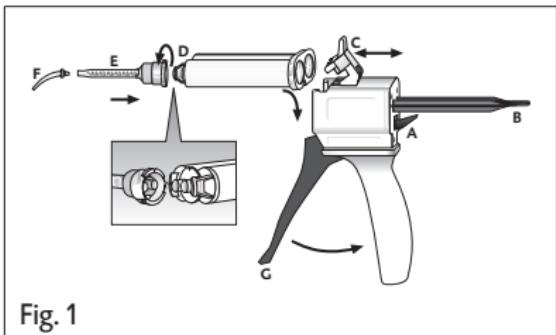

Fig. 1
1. Duw de hendel [afb. 1, pos. A] aan de achterkant van de Automix-Dispenser omhoog en trek de schuif [afb. 1, pos. B] volledig terug.
2. Klap de plastic rendel [afb. 1, pos. C] omhoog, plaats de patroon en zet die vast met de plastic rendel [afb. 1, pos. C].
1. Trek de dop [afb. 1, pos. D] van de patroon of de gebruikte mengcanule door deze 90° linksom te draaien enwerp de dop weg.
2. Plaats een nieuwe mengcanule [afb. 1, pos. E].
4. Plaats een Intraoral-Tip [afb. 1, pos. F].
- ▶ Meng met de hendel [afb. 1, pos. G] van de Automix-Dispenser het materiaal in de mengcanule en breng dit direct aan.
2. Klap de plastic grendel [afb. 1, pos. C] omhoog en verwijder de patroon.